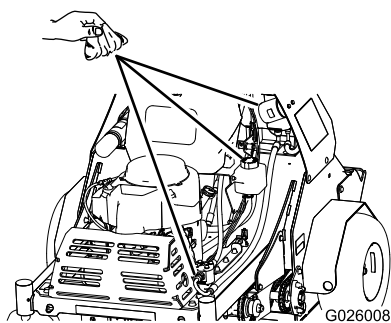

Figure 59
2. Nettoyez soigneusement la surface autour de l'avant de la pompe auxiliaire, du bouchon de remplissage et du filtre (Figure 59).